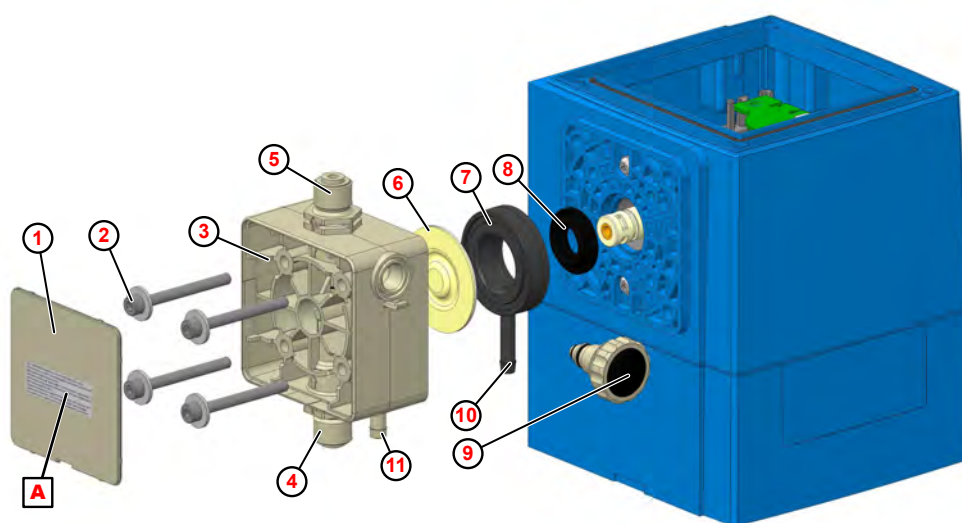

Fig. 23: Sostituzione di testa pompa, membrana e membrana protettiva
1. ➤ Svitare la valvola di aspirazione e di mandata (Fig. 23 , ④ e ⑤).
2. ➤ Rimuovere la vite di spurgo ⑨ (solo in caso di sostituzione della testa pompa).
3. ➤ Rimuovere la piastra di copertura ① sulla testa dosatore.
4. ➤ Allentare e togliere le viti della pompa testa ② .
5. ➤ Togliere la testa pompa ③ .
6. ➤ Svitare la membrana ⑥ .
7. ➤ Togliere la piastra intermedia ⑦ .
8. ➤ Estrarre la membrana protettiva ⑧ fuori dallo spintore.
10. ➤ Inserire la piastra intermedia in modo tale che l'elemento di uscita membrana ⑩ sia rivolto verso il basso.